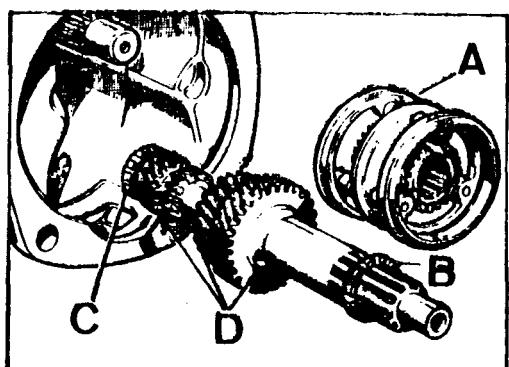

Fig. C-90 Eje intermediario y sincronizador
- 1.2. Retirar del eje principal el mecanismo de sincronización, A (Fig. C-90) de 3^a y 4^a y sacar de la caja el eje intermediario.
- 3.1. Instalar el cojinete trasero en el eje intermediario (Fig. C-90).